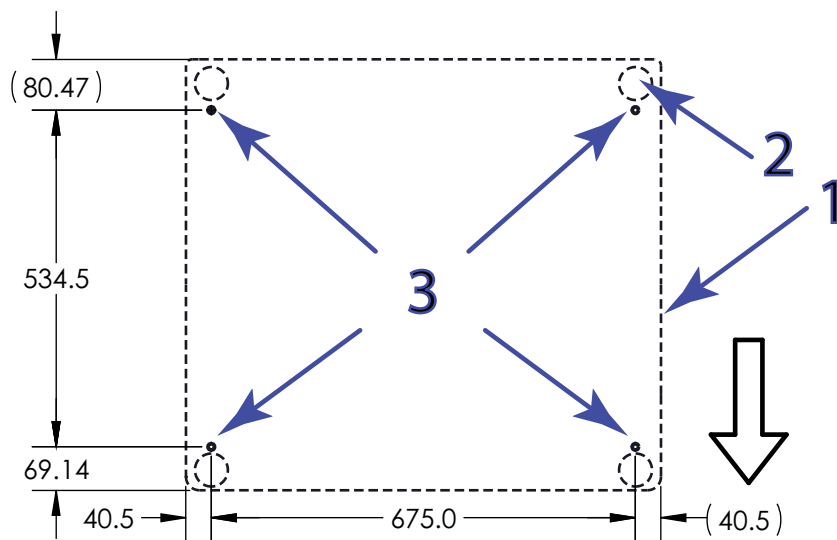

图 15. 标准宽度机架上的锚固点位置（俯视）
图标图 15 和 图 16
1. 参考第 63 页图 15 (对于超宽机架, 参考第 64 页图 16) 并在工作台的适当位置钻孔, 以对准机架底座上的锚固点。建议使用直径 15 毫米 (0.59 英寸) 的孔。